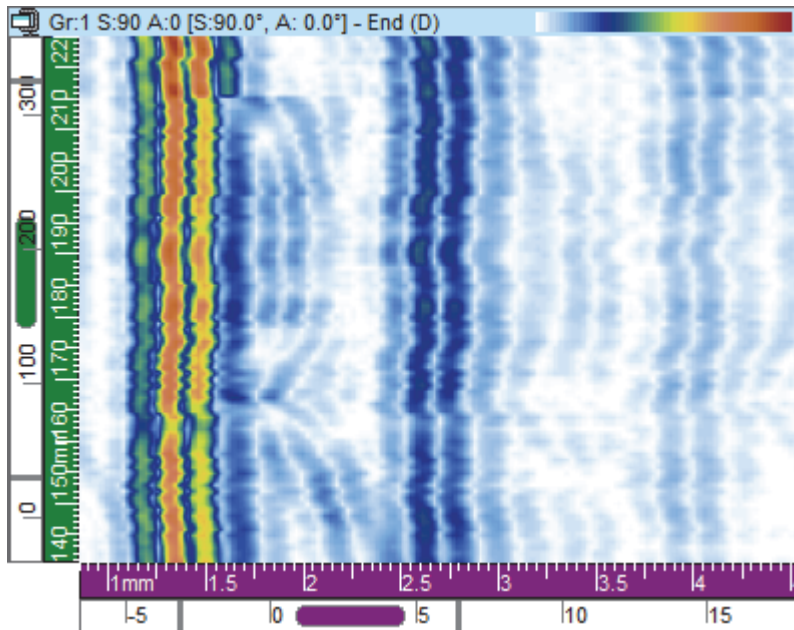

Abbildung 3-24 Vorderansicht (D)
Die Vorderansicht (D) (Abbildung 3-24 auf Seite 86) ist eine zweidimensionale grafische Darstellung der Prüfdaten. Eine der Achsen ist die definierte Index-Achse und die andere ist der unkorrigierte Ultraschallweg. Die Position der angezeigten Daten entspricht der Position des Weggebers während der Datenerfassung. Die Farbe einer Position in dem projizierten Bild entspricht der maximalen Amplitude an dieser Position unter Berücksichtigung des gewählten Bereichs der Scan-Achse.